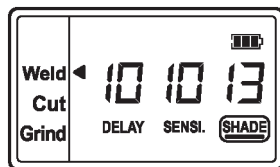

Рис. 3b
**Режим резки** - Степень затемнения 5 ~ 8 (См. Рис. 3а) **Режим сварки**- Степень затемнения 9 ~ 13 (См. Рис. 3b)